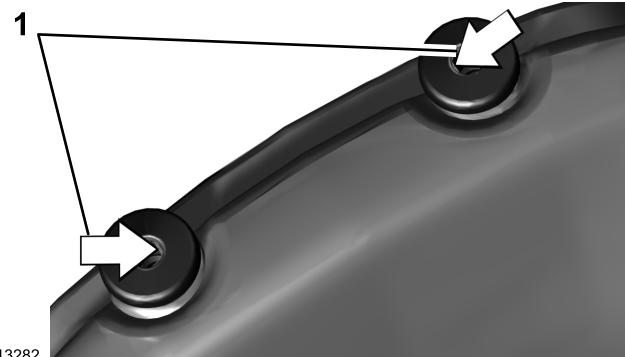

Bild 3
1. Rückenlehnenbüchse (2)
- sicher, dass die gezahnten Stifte in den Büchsen zur Mitte der Rückenlehne zeigen (Bild 3).